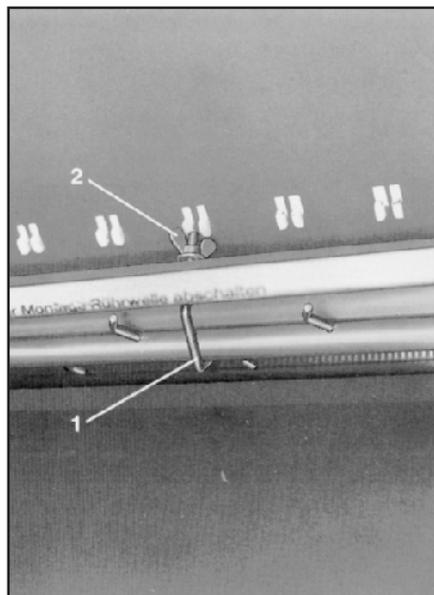

Рис. 50
- Установить по 2 болта с Г-образной головкой (рис. 50/1, 51/7) по центру каждого ящика рапсовой вставки между мешалкой и ящиком рапсовой вставки и затянуть барашковыми гайками (рис. 50/2, 51/8).